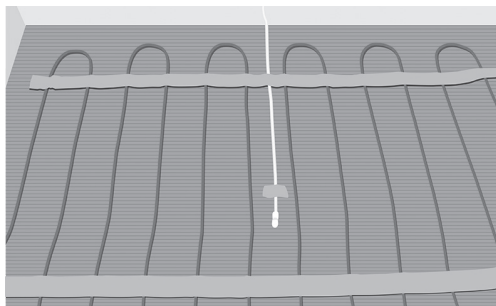

Fig. 9. Placera givarslangen/givaren mellan två kablar
12. Placera och fixera givarslangen eller golvgivaren om ingen givarslang används. Försegla änden på givarslangen. Se till att placera slangen/givaren mellan två värmekablar (Fig. 9).